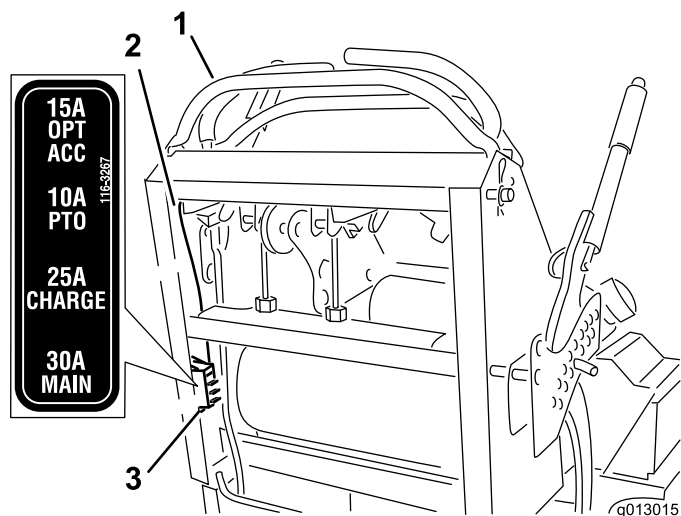

Figura 53
2. Tire hacia fuera del fusible para retirarlo y cambiarlo (Figura 53).